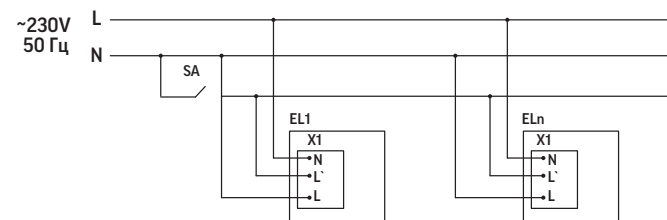

Рис.1. Схема подключения аварийных светильников.
- ▶ Подключите сетевой провод к источнику питания светильника, соблюдая маркировку на клеммной колодке, согласно схеме подключения (рис.1);